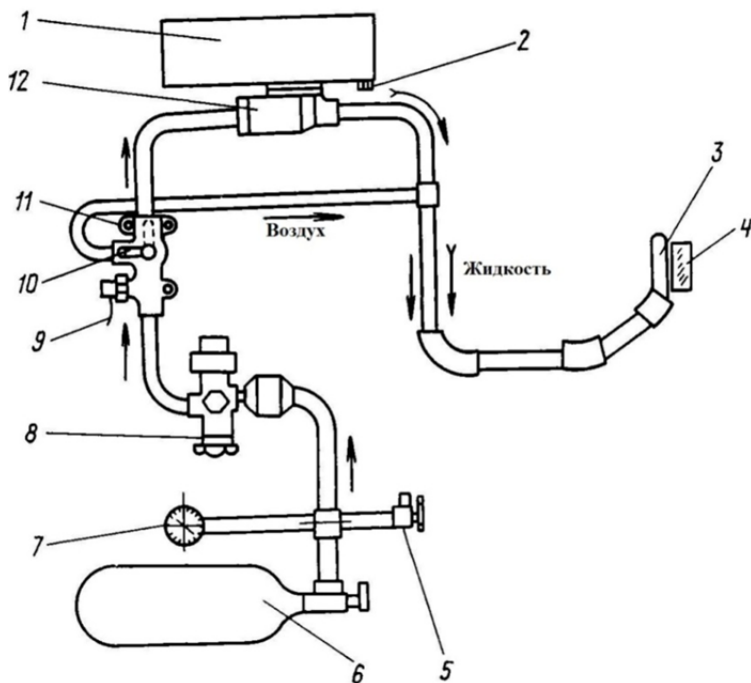

Рис. 4.1. Система гидропневматической очистки защитного стекла прицела-дальномера. Принципиальная схема:
- повернуть рукоятку 10 (рис. 4.1) крана-клапана влево до упора;
- открыть вентиль баллона 6 (см. рис. 4.1);
- вывернуть сливную пробку 19 (рис. 4.1) бака и слить воду;
- вывернуть сливную пробку 2 (рис. 4.1) и слить жидкость в подготовленную емкость;
- взять из ЗИП танка шланг высокого давления (175.86.016сб) и подсоединить его одним концом к штуцеру заправочного крана 5, а другим – к штуцеру 12 отбора воздуха (рис. 4.1) воздушной системы;
- открыть вентили на баллоне 6 (см. рис. 4.1) и на обоих кранах при работающем дизеле зарядить баллон до давления 120–150 кгс/см² по манометру 7;